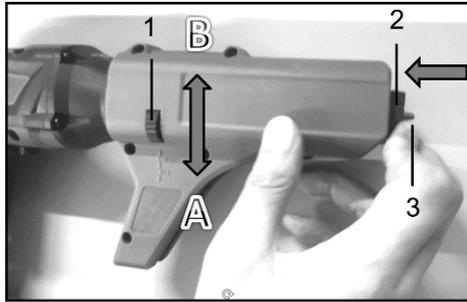

Рисунок 6
4.4 Регулювання глибини закручування (рис. 6)